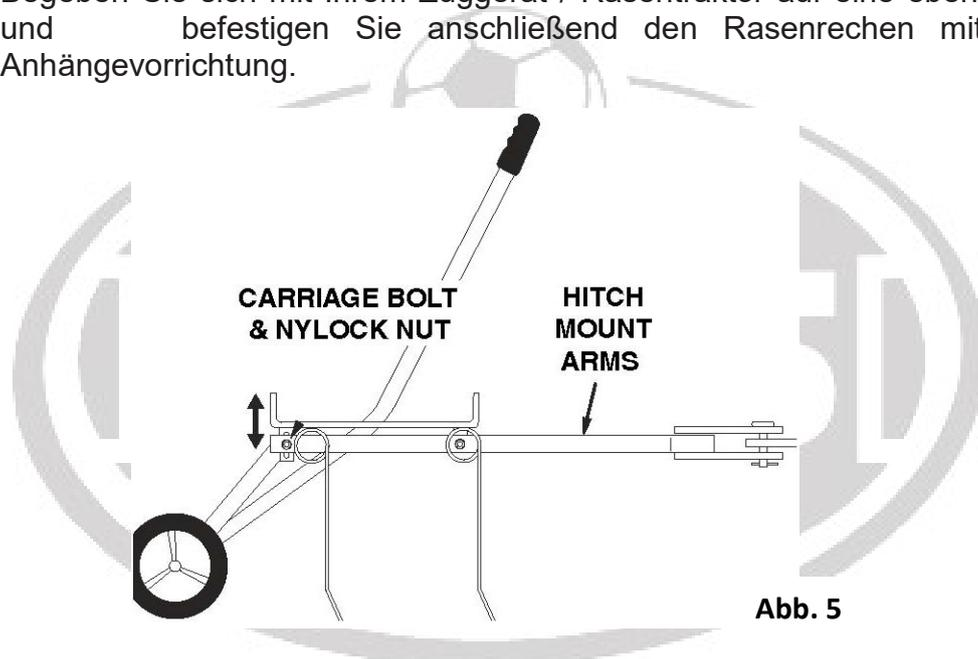

Abb. 5
3. Lösen Sie nun die 2 Schrauben, welche die Radaufhängung an der Führungsplatte halten. (**Abb. 5**) und stellen sie diese so ein, dass die beiden Reihen mit den Federhaken den Boden gleichmäßig berühren. Ziehen Sie anschließend die Schrauben wieder fest an.